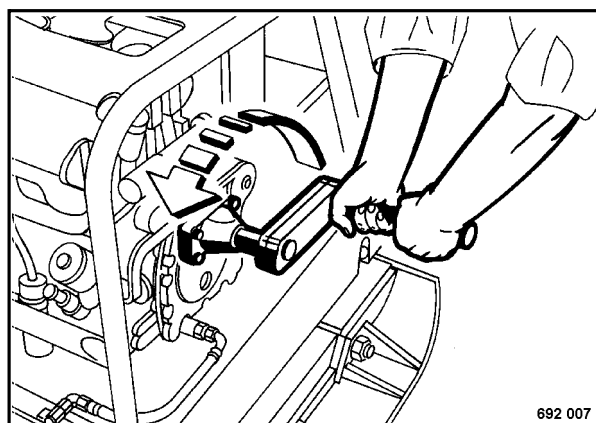

Fig. 4
- Introducir la manivela (Fig. 4).